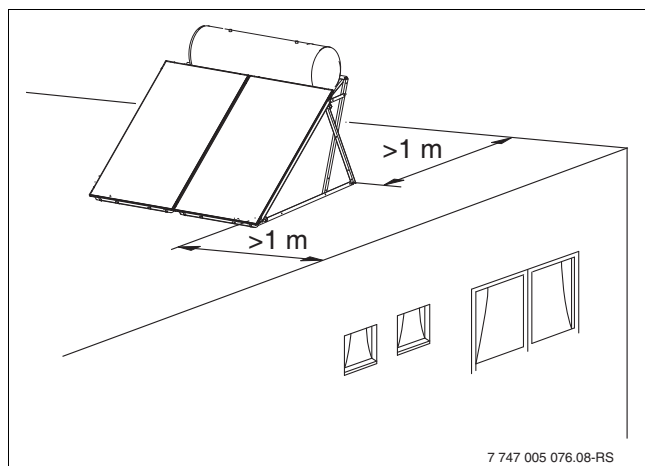

Fig. 8 Distancia desde el borde del tejado (sistema de 300 l)
- ▶ Antes del montaje debe asegurarse que entre el soporte para cubierta plana y el borde del tejado haya un metro de distancia como mínimo (Fig. 8).